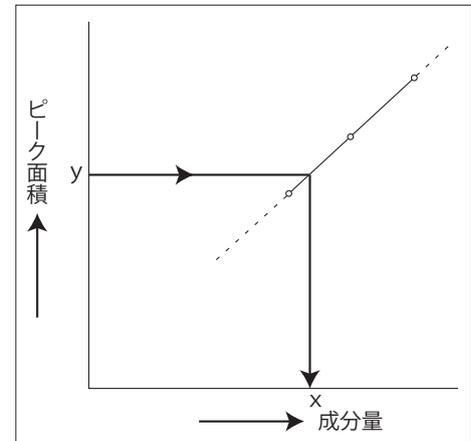

図6. 絶対検量線法による検量線
- (1) 分析対象成分の標準液を3段階以上の濃度^{*1}に調製します。
- (2) 各希釈標準液の一定量を導入しクロマトグラムを記録してピーク面積を測定します。
- (3) 導入された希釈標準液中の分析対象成分の量を横軸に、ピーク面積を縦軸にして図6に示すような検量線を作成します。なお、検量線は測定点を代表するように引きます。
- (4) 同一条件の下でサンプルを導入し、クロマトグラムを記録し、ピーク面積(y)から検量線によって分析対象成分の量(x)を求め、サンプル中の濃度を算出します。